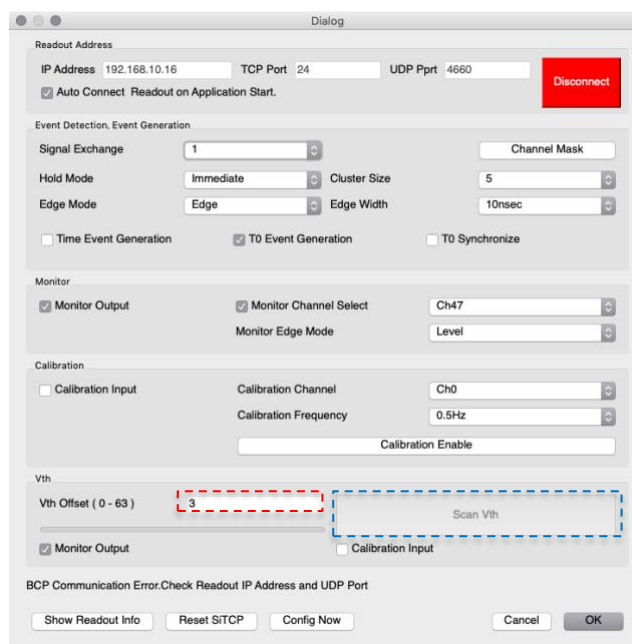

図 3-1 Dialog 画面
2. Readout... ボタンを押して Dialog を表示する。画面下段の Vth Offset に任意の数値（図 3-1 赤破線部）を入力して Scan Vth ボタン（図 3-1 青破線部）を押してスキャンを開始する。Vth Offset の値の目安として通常は 3 を設定しているが、ノイズの多い測定環境では 4 または 5 を設定している。